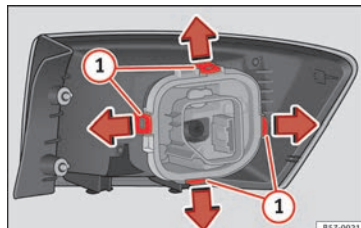

Fig. 111 Lengüetas de fijación en la parte posterior de la unidad de luz trasera.
- Desmonte el portalámparas desbloqueando las lengüetas de fijación » **fig. 111 ①**.